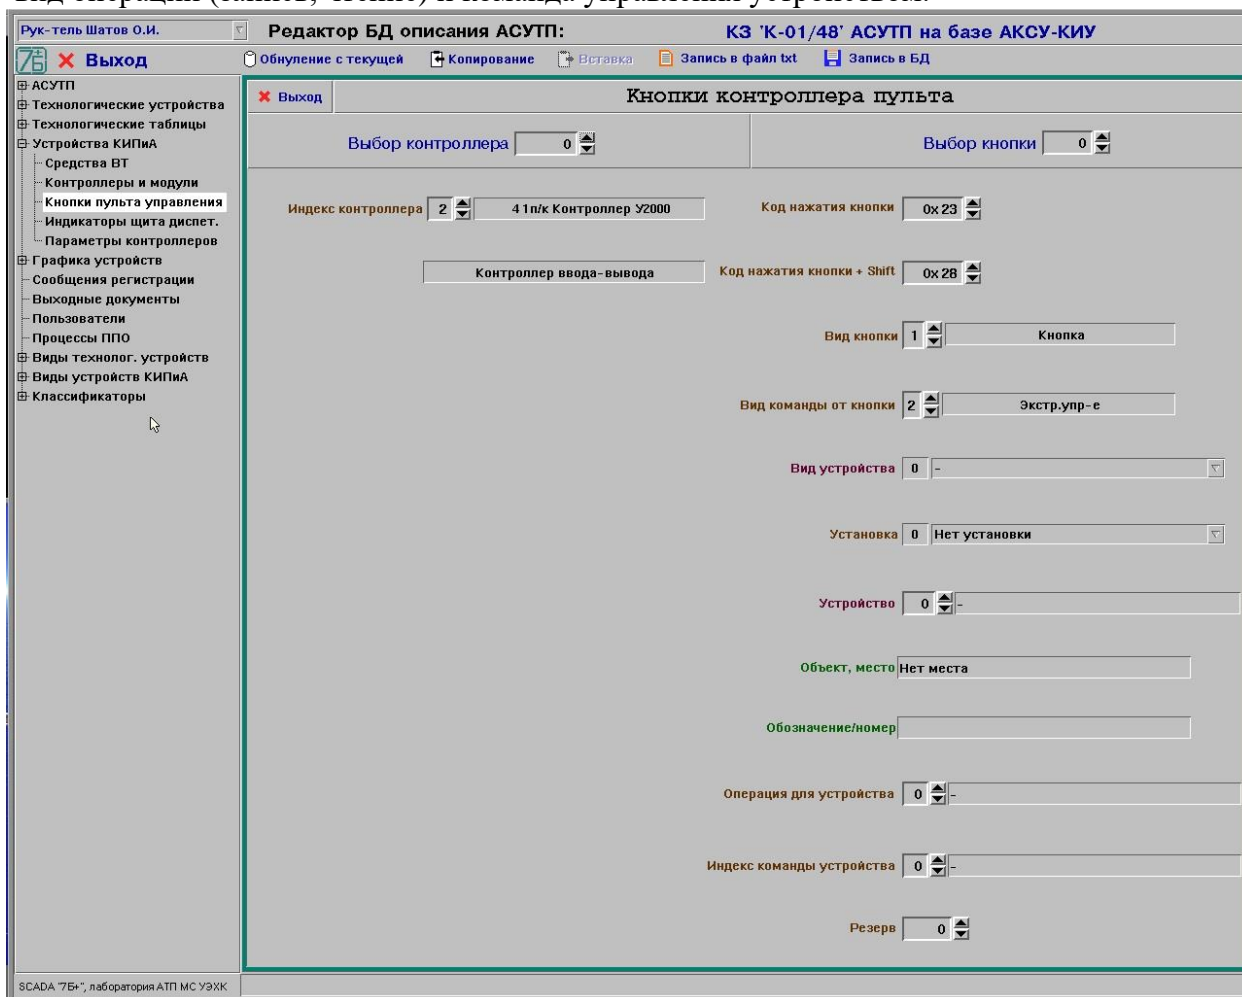

Рисунок 48 - Окно редактирования описания кнопок пульта управления
8.24.1 После выбора в иерархическом списке темы «Кнопки пульта управления» (группа тем «Устройства КИПиА») на экране будет отображено окно редактирования описания кнопок контроллера пульта управления (см. рис. 48).
8.24.2 В окне редактирования описания кнопок пульта (см. рис. 48) отображаются следующие параметры контроллера, записанные в БД, и которые может откорректировать пользователь: